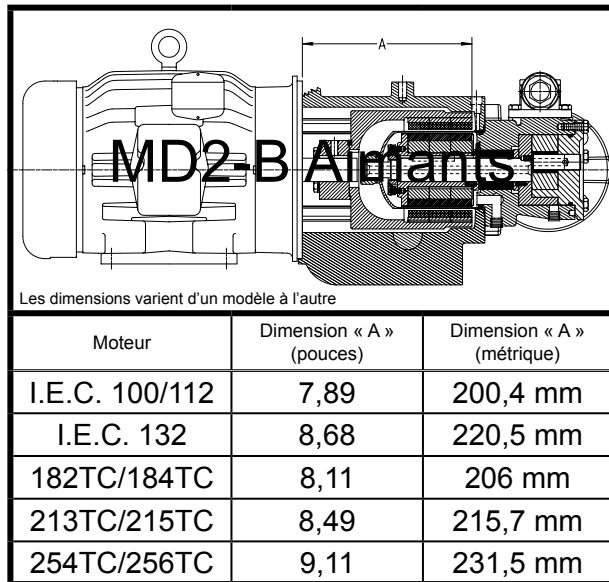

FIGURE 18
Assembler l'aimant extérieur. Positionner l'ensemble d'aimants extérieurs selon la dimension indiquée (voir la figure 18).
Les modèles équipés d'un moteur à bâti frontal NEMA-C nécessitent une plaque adaptatrice. Monter la plaque adaptatrice sur le moteur si elle a été déposée. Assembler l'aimant extérieur. Positionner l'ensemble d'aimants extérieurs selon la dimension indiquée (voir la figure 18).
2. Si le support n'est pas fixé à une base, le fixer. Assembler le moteur ou le corps de palier sur le support. Introduire la main dans la pompe et tourner les aimants à la main pour vérifier l'absence d'interférence. En cas de friction, vérifier la dimension à la figure 18 ou contacter l'usine.